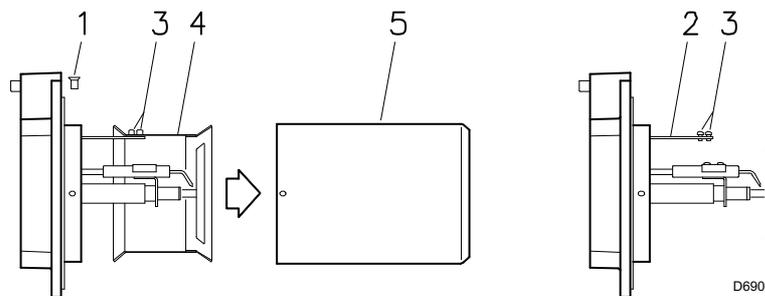

Abb. 8
### 5.5 Befestigung des Brenners am Heizkessel (Abb. 8)
- Die Schrauben 1) (Abb. 8) lösen und das Flammrohr 5) ausbauen.